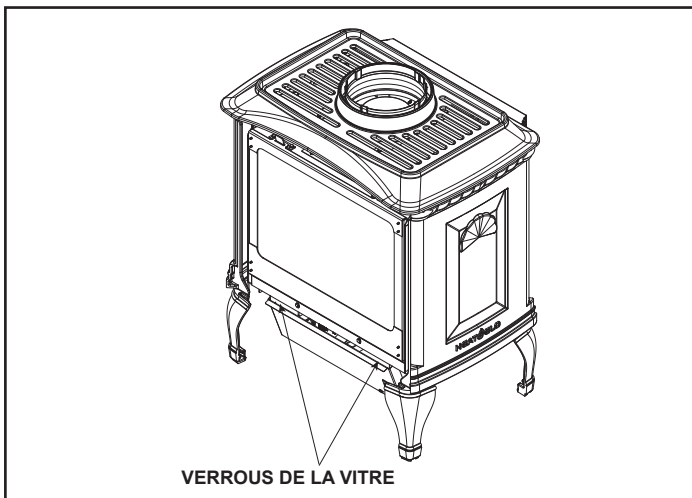

Figure 6.12 Retrait du cadre de la vitre
11. Dégagez les verrous de la vitre des coins inférieurs de l'appareil et retirez le panneau de verre fixe. Voir la Figure 6.12.